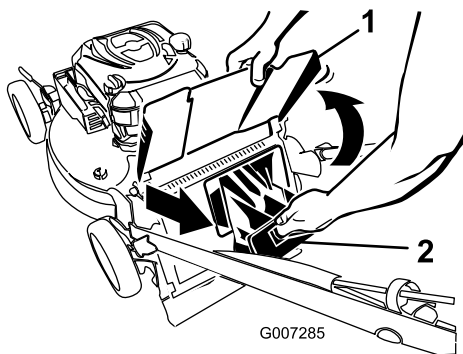

Bild 21
2. Heben Sie das Auswurfablenkblech an und halten es hoch (Bild 21).
3. Ziehen Sie die Heckauswurfklappe ab (Bild 21).
2. Ziehen Sie die Heckauswurfklappe ab (Bild 21).